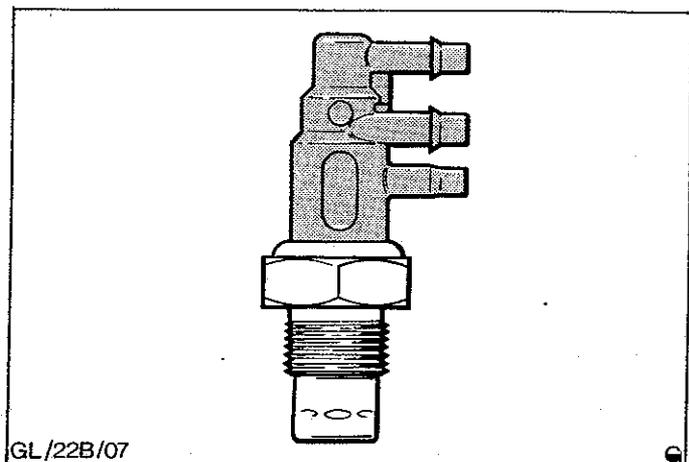

Abb.13 Unterdruck-Thermostat (PVS)
- c) Die Verteilung der Zündspannung auf die einzelnen Zündkerzen, Abb.13.